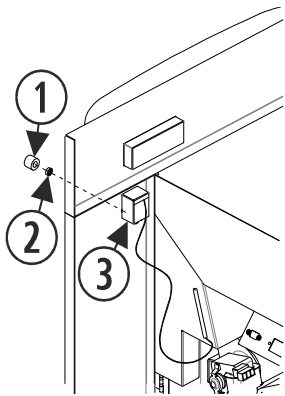
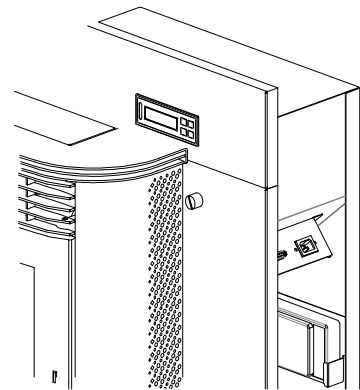

Figura 12
Figura 13
Si la estufa que tenemos es una Eco I Insert o Eco II, debemos fijar el termostato de seguridad a los paneles del encastre. Éstos, ya disponen de un agujero, a través del cual insertamos el termostato (③) según la *figura 12*, lo fijamos al encastre con una tuerca (②) y finalmente enroscamos el tapón (①). La estufa empleada en las figuras es una EcoII, mostrándose el resultado final en la *figura 13*.